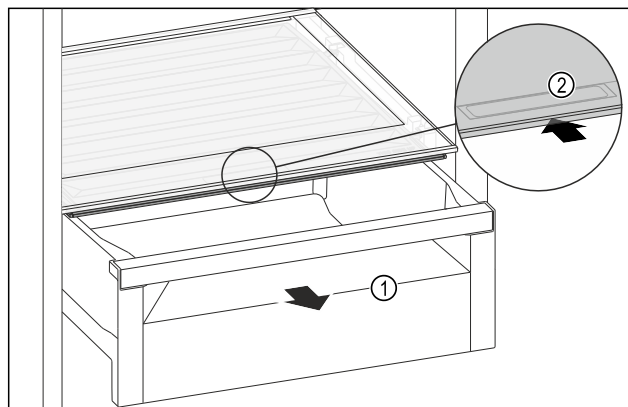

Fig. 221
- ▶ Tërhiqni jashtë sirtarin Fig. 221 (1).
- Kapni dorezën e futur Fig. 221 (2) në kapakun e ndarjes dhe në të njëjtën kohë shtyni për prapa kapakun e ndarjes.